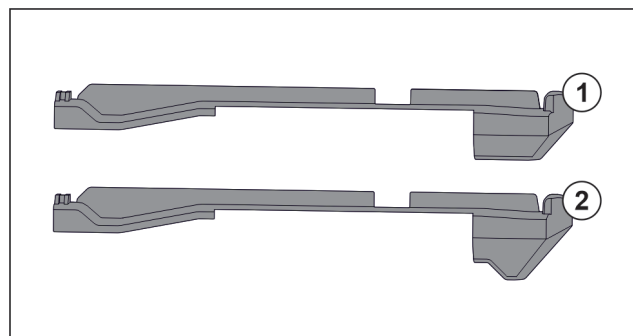

Fig. 84 A felhúzható elemek összehasonlítása
A készülékben két különböző felhúzható elem található. A legalsó fiók felett lévő felhúzható elemnek Fig. 84 (2) háromszögletű éle van. Minden más felhúzható elemnek Fig. 84 (1) egyenes éle van.
- ▶ A háromszögletű éllel rendelkező felhúzható elemet Fig. 84 (2) vigye a legalsó fiók fölé.
- ▶ Egyenes éllel rendelkező felhúzható elemet Fig. 84 (1) tegyen minden más helyre.